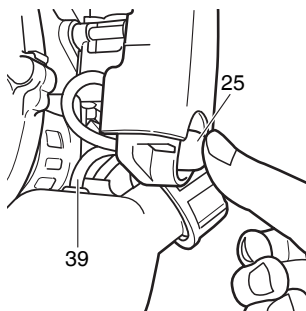

Fig. 23
- * Pressez la poire de la pompe d'amorçage (25) à plusieurs reprises pour que le carburant puisse s'écouler par le tuyau de retour (39). (Fig. 23)